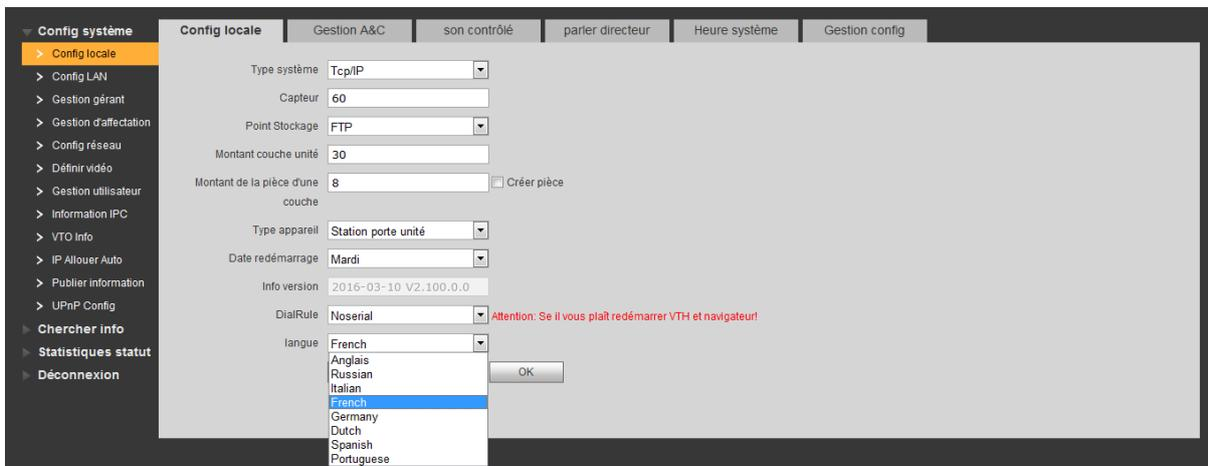
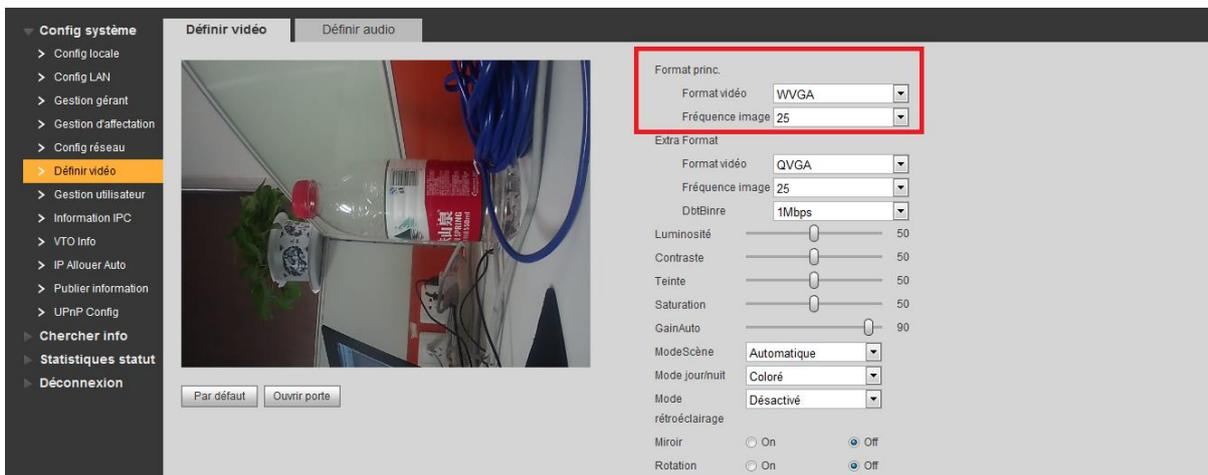

Figure 2-6
Figure 2-7
b) Une fois connecté à l'Internet, vous pouvez saisir les informations sur l'appareil. Veuillez utiliser le PC pour accéder au VTO. Ouvrez le navigateur, puis saisissez l'adresse IP du VTO. Cliquez sur Entrée, saisissez le nom d'utilisateur et le mot de passe pour vous connecter. Voir Figure 2-6 et Figure 2-7.